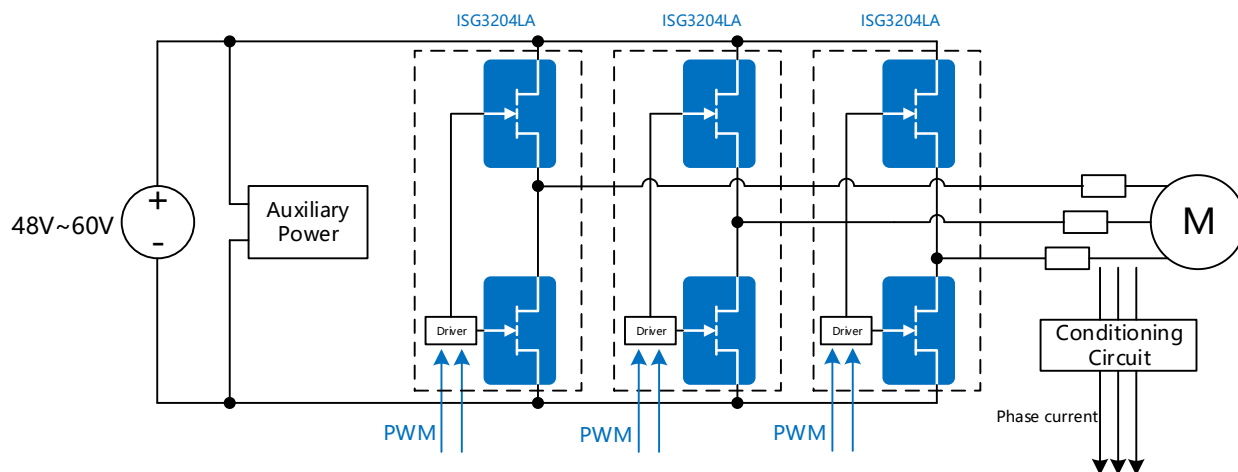

图 1 INNDMD48V22A1系统框图
附录图 1 系统接线图
2. 将电源连接至Demo板Vin及GND端口，如附录图 1所示（注意极性）
Connect the DC voltage source to terminal Vin and common ground terminal GND, as shown in Appendix Figure1(note polarity).
3. 将电机或电抗负载连接至Demo板UVW端口，如附录图 1所示。